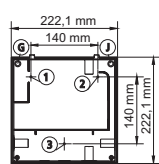

FIG.3
- Realizar los 3 taladros en la pared siguiendo los agujeros de fijación 1,2 y 3 de la caja (Fig.3).
- Acabar de taladrar los agujeros G, J con una broca de 4 mm. (Fig.3)